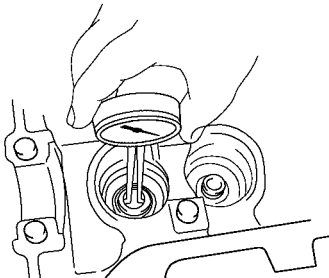

图 1-34 测量气缸盖上气门导管安装孔的直径
2) 使用测径规测量气缸盖上气门导管安装孔的直径，如图 1-34 所示。